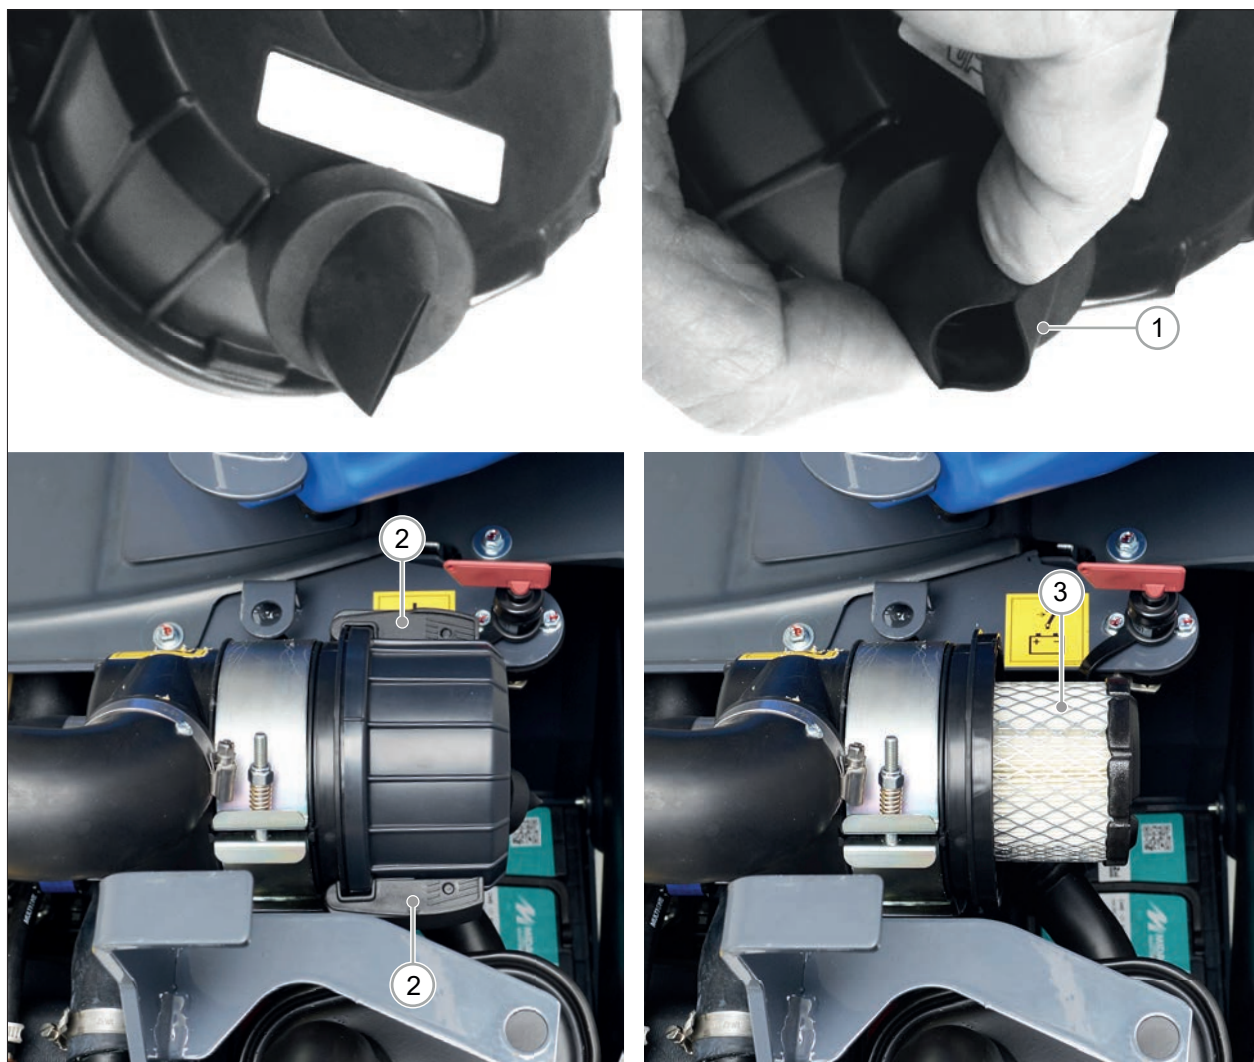

РИС. 62
- 4) Сожмите грушу для очистки (РИС. 62 - Сс. 1) чтобы удалить скопившуюся грязь.
- 4) Открепите удерживающие зажимы и снимите торцевую крышку (РИС. 62 - Сс. 2).
- 5) Проверьте фильтрующий элемент воздухоочистителя (РИС. 62 - Сс. 3), если требуется очистка, сделайте это с помощью сжатого воздуха или замените новым оригинальным фильтром.